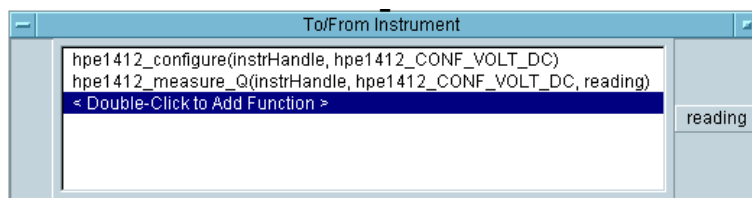

図 3-34. DC 読込みのために用意された HPE1412 ドライバ
10. [OK] をクリックします。2 番目の関数の呼出しが [To/From Instrument] オブジェクトに図 3-34 のようにリストされます。